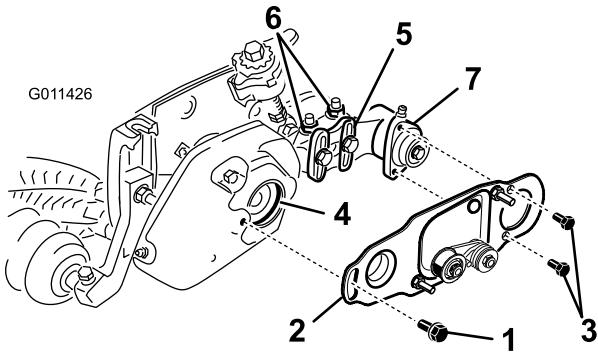

Figura 30
37. Afloje los pernos que sujetan el alojamiento del cojinete del cepillo del rodillo al soporte de montaje del cepillo del rodillo (Figura 30).
38. Instale la placa de pivot del cepillo del rodillo (Figura 30). Al introducir el saliente de la placa de pivot por el anillo de goma de la cubierta del acondicionador, asegúrese de que el anillo de goma queda correctamente asentado en la cubierta.
39. Aplique Loctite 242 (azul) a los 2 tornillos de caperuza de 5/16" x 5/8" y utilícelos para montar la placa del cepillo en el alojamiento del cojinete del cepillo del rodillo (Figura 30). Apriete los tornillos de caperuza a 22–26 N·m.
- Afloje las 2 contratuerças con arandela prensada que sujetan el soporte de montaje del cepillo del rodillo a la chapa lateral de la unidad de corte (Figura 30).
- Gire el alojamiento del cojinete del cepillo del rodillo hasta que quede paralelo a la chapa lateral de la unidad de corte (Figura 30).
41. Aplique Loctite 242 (azul) al perno de cuello largo (Figura 30). Monte la placa del cepillo en la cubierta del acondicionador con el perno de cuello largo. (Fig. 29). Apriete el perno a 22–26 N·m.